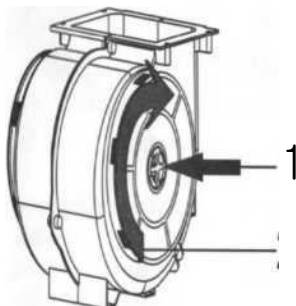

Figura 4: AF 100 filtro de carbono
1. Coloque o filtro de carbono no chassi. Figura 4
2. Gire o filtro de carvão no sentido horário e verifique se ele está corretamente instalado. Figura 4